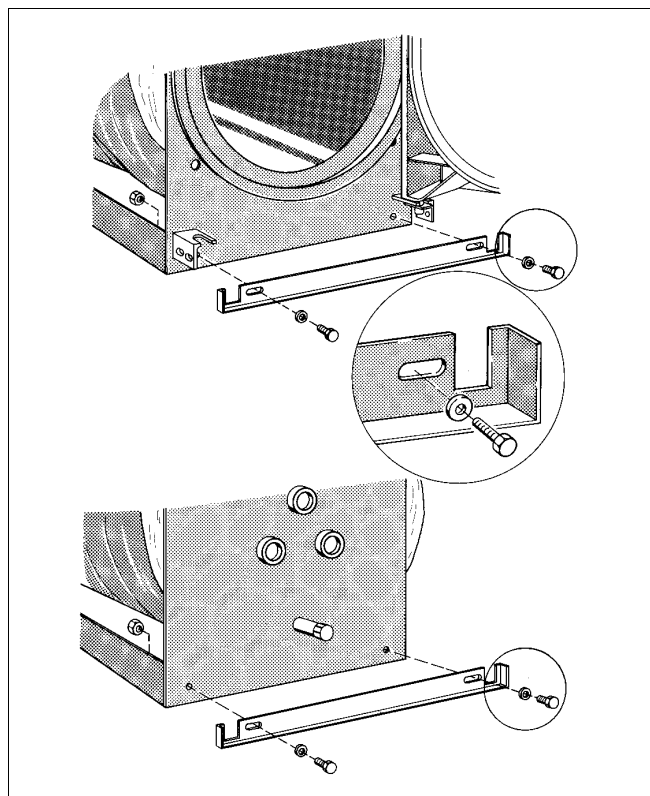

Fig. 9 Montagem do revestimento
- Aparafuse travessas à parede dianteira da caldeira em baixo, à frente e atrás, utilizando respectivamente 2 parafusos sextavados, anilhas e porcas (fig. 9).